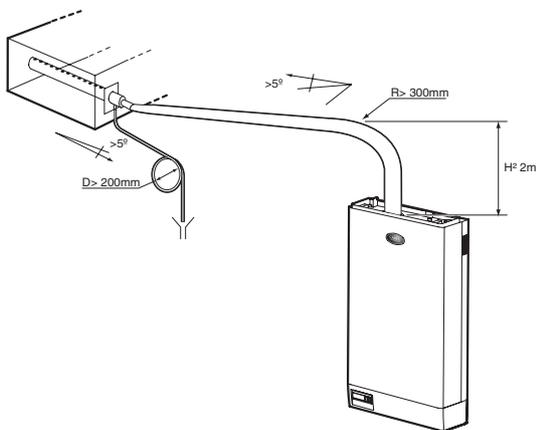
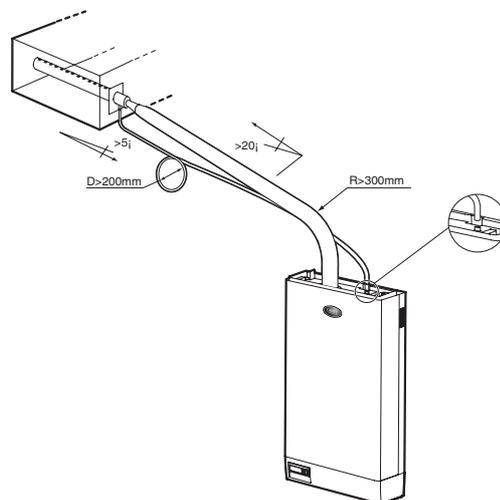

Fig. 4.6.2
Fig. 4.6.3
1. salida hacia arriba con un tramo vertical de al menos 300 mm, seguido de una curva con un radio mínimo de 300 mm y finalmente un tramo hacia abajo con una pendiente constante de no menos de 5° (ver Fig. 4.6.2);
2. para tiradas cortas (menos de 2 metros), curvas con un radio mínimo de 300 mm, seguidas de un tramo ascendente con una pendiente de no menos de 20° (ver Fig. 4.6.3).
1. rise upwards with a vertical section of at least 300mm, followed by a curve with a minimum radius of 300mm and finally a downwards section with a constant gradient of no less than 5° (see Fig. 4.6.2);
2. for short paths (less than 2 metres), curves with a minimum radius of 300 mm, followed by a rising section with a gradient of no less than 20° (see Fig. 4.6.3).
Debido a la recondensación del vapor producido, dentro del tubo de vapor y del distribuidor se forman condensados que se deben eliminar para evitar gorgoteos y pérdida de eficacia. El condensado es drenado por gravedad a través de un tubo adecuado para este propósito. La utilización de un tubo inadecuado puede ocasionar debilitamiento y rotura con las consiguientes fugas de vapor. Para evitar la liberación de vapor no condensado del tubo de condensados, se debe realizar un sifón haciendo un bucle en una parte del tubo de drenaje. El final del tubo de condensados se puede conectar al desagüe más próximo, con una pendiente mínima de 5° para favorecer un flujo correcto hacia abajo (ver Fig.4.6.2). Si la distancia del distribuidor lo permite, se puede conectar el tubo a la conexión C, suministrada, que se atornillará en la parte superior del humidificador, para drenar el condensado en el tanque de alimentación del cilindro (ver Fig. 4.6.3).
To avoid the release of non-condensed steam from the condensate pipe, a drain trap must be made by looping part of the drain pipe. The end of the condensate pipe can be connected to the nearest drain pipe, with a minimum slope of 5° to assist correct downflow (see Fig.4.6.2).
If the distance of the distributor allows, the pipe may be connected to fitting C, supplied, to be screwed onto the top of the humidifier, in order to drain the condensate back into in the supply tank of the boiler (see Fig. 4.6.3).